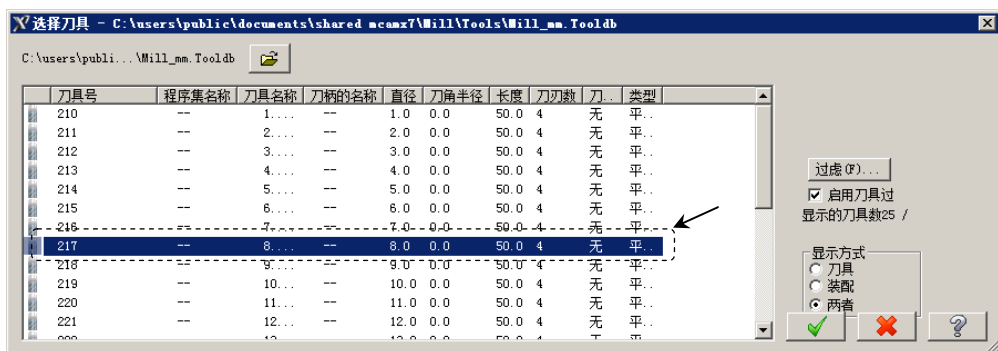

图 9.2.7 “选择刀具”对话框
Step2. 选择刀具。在“2D 刀具路径一外形”对话框中,单击 **选择刀库** 按钮,系统弹出图 9.2.7 所示的“选择刀具”对话框,在该对话框的列表框中选择图 9.2.7 所示的刀具。单击 按钮,关闭“选择刀具”对话框,系统返回至“2D 刀具路径一外形”对话框。